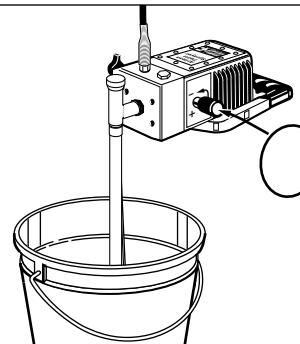

Figura 8- Instrucciones para girar el control de presión
- Gire el control de presión totalmente en el mismo sentido que las agujas del reloj hasta alcanzar la posición "High Pressure". En pocos segundos, el solvente comenzará a circular por el tubo (Vea la Figura 8).